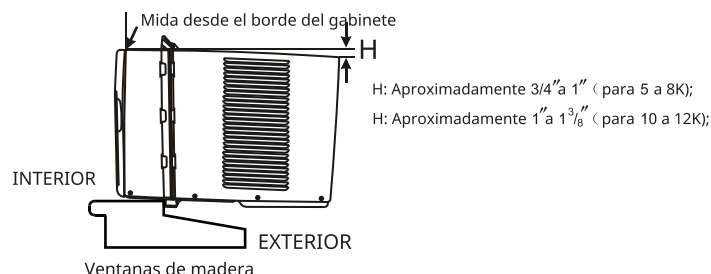
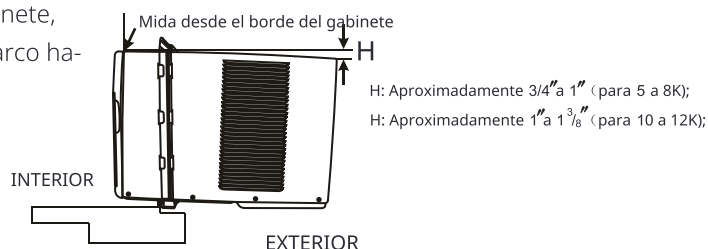

Fig.5A
Fig.5B
- A. Mantenga un agarre firme en el aire acondicionado, coloque cuidadosamente la unidad en la abertura de la ventana para que la parte inferior del marco del aire acondicionado esté contra el alféizar de la ventana (Fig.5A y Fig.5B). Cierre cuidadosamente la ventana detrás del riel superior de la unidad.
NOTA: Compruebe que el aire acondicionado está inclinado hacia atrás alrededor de H (Fig.5A y Fig. 5B) (inclinado alrededor de 3° a 4° hacia abajo hacia el exterior). Después de la instalación adecuada, el condensado no debe drenar del orificio de desbordamiento durante el uso normal, de lo contrario, corrija la pendiente.